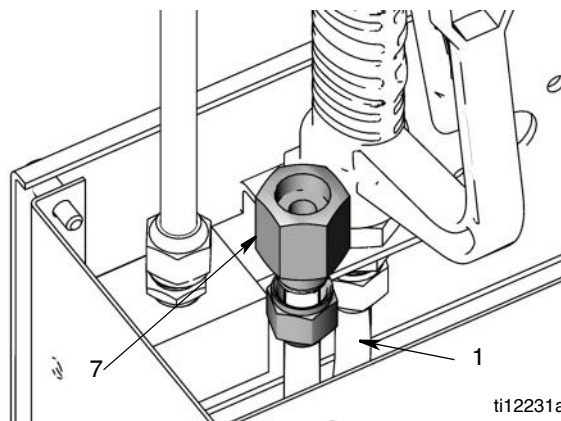

Рис. 24
3. Отсоедините входной жидкостный патрубок (1) от входного жидкостного фитинга (7) (Рис. 24).